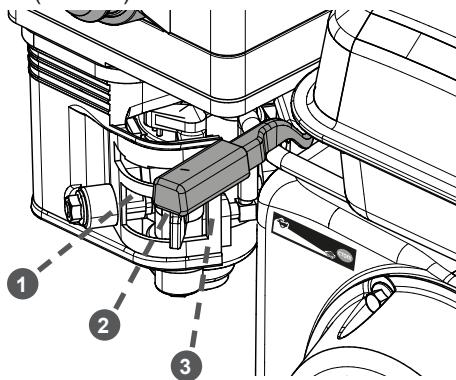

Рис. 24. Положения рычага газа
5. Переведите рычаг газа сначала в крайнее левое положение, затем в крайнее правое, после чего установите рычаг в среднее положение (Рис. 24).
При возникновении аварийной ситуации, для экстренной остановки двигателя переведите рычаг газа в крайнее правое положение (Рис. 24 п. 3).
2. Рычагом газа переведите двигатель в режим холостого хода (переведите рычаг газа в положение 2 (Рис. 24)).
4. Переведите рычаг газа в положение 3 (крайнее правое) (Рис. 24).